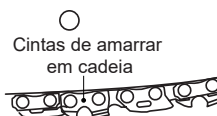

Fig. 7
1. Coloque el producto sobre una superficie plana adecuada con la cubierta de la motosierra (14) dirigida hacia delante.
2. Compruebe la tensión de la cadena utilizando una mano para levantar la cadena de la sierra (11) contra el peso del producto. La tensión correcta de la cadena se alcanza cuando la cadena de la sierra puede separarse aproximadamente 2-4 mm de la barra guía (12) en el centro (Fig. 7, 8).